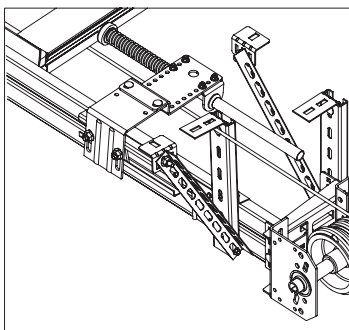

Рис. 46.3
- Закрепить демпфер таким образом, чтобы при полностью поднятых воротах пружина демпфера была сжата примерно на 2/3 ее длины в свободном состоянии (рис.46.3).